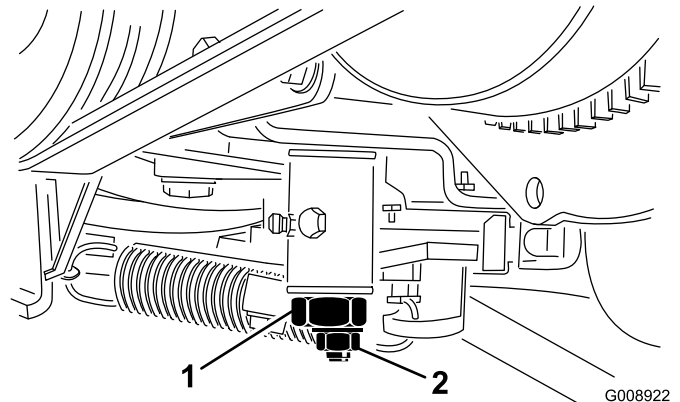

Figure 65
3. Desserrez le contre-écrou de la came de réglage de transmission (Figure 65).